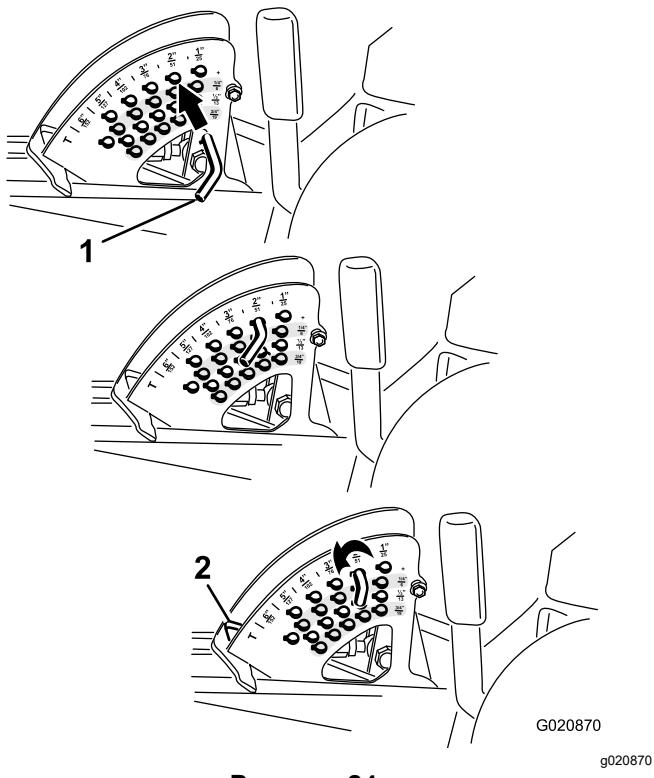

Рисунок 24
- Чтобы отрегулировать высоту скашивания, поверните стопорный штифт так, чтобы цилиндрический штифт внутри него совпал с прорезями в отверстиях кронштейна высоты скашивания, затем извлеките штифт (Рисунок 24).
- Выберите отверстие в кронштейне высоты скашивания, соответствующее необходимой высоте скашивания, вставьте штифт и, нажимая на него, поверните до фиксации в отверстии (Рисунок 24).
Примечание: В кронштейне есть четыре ряда отверстий (Рисунок 24). Верхний ряд обеспечивает высоту скашивания, указанную над штифтом. Второй ряд обеспечивает указанную высоту скашивания плюс 6 мм.